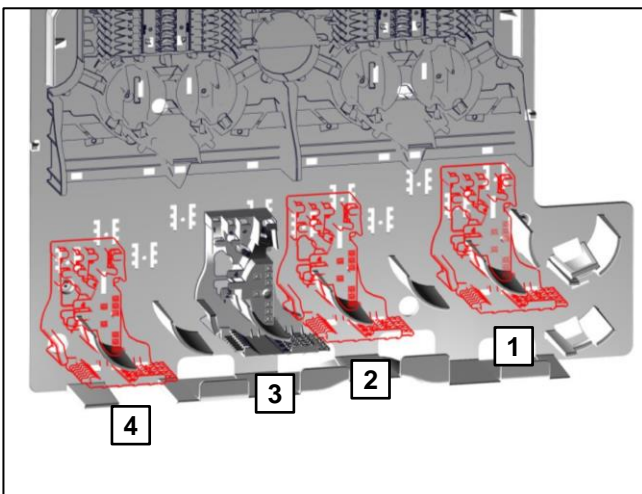

Abb. 26
- Die Kabelsortierung - Zugang (1) kann an vier verschiedenen Positionen montiert werden (siehe Abb. 26).